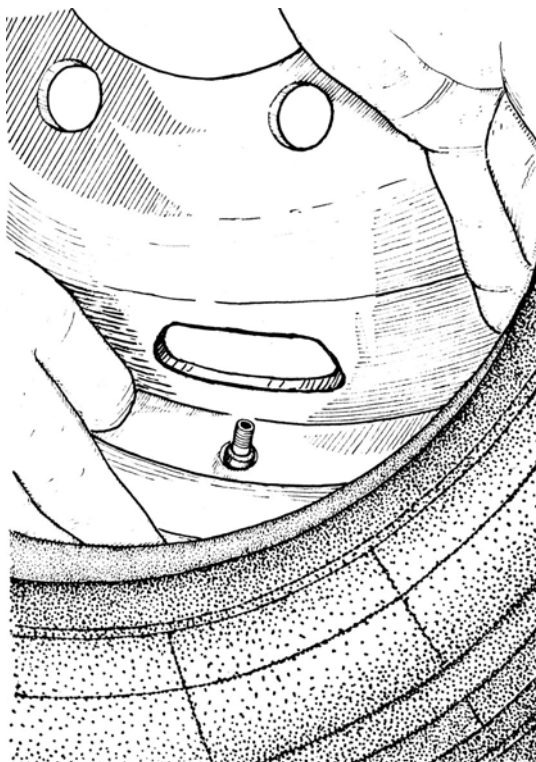

Рис. 5.20. Установка вентиля в обод колеса
– отжимая верхний борт покрышки (рис. 5.20), установите вентиль камеры в отверстие на ободе, а затем всю камеру внутрь покрышки. Для удержания вентиля в отверстии обода на него следует установить удлинитель;